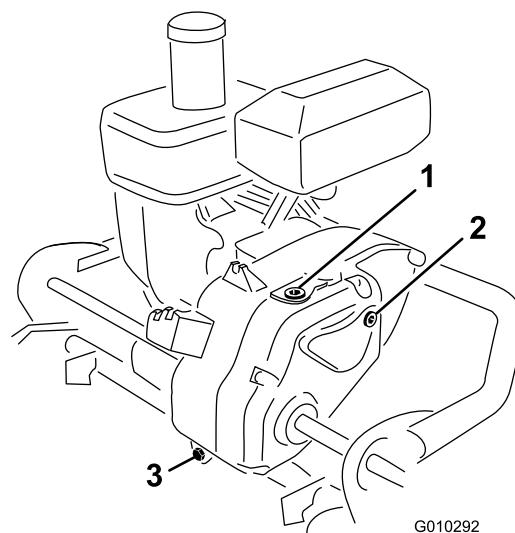

Figura 34
2. Retire el tapón de verificación del lado derecho de la transmisión (Figura 34).